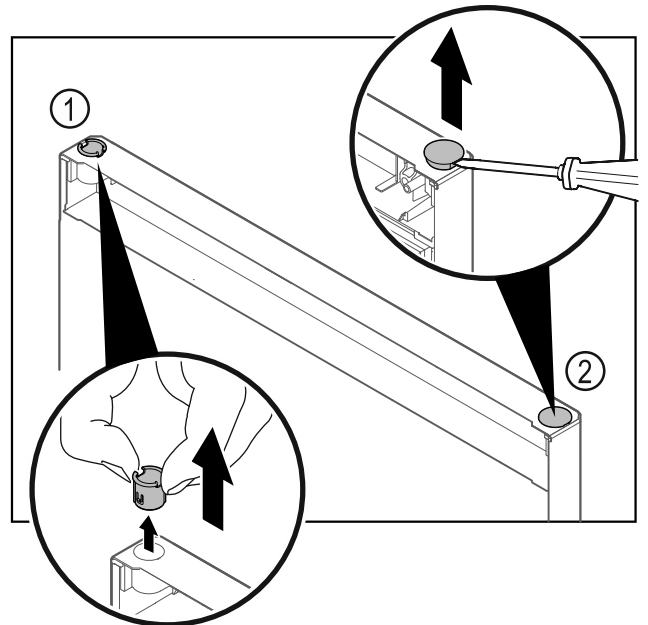

Fig. 21 Šaldytuvo skyriaus durys
- ▶ Pirštais ištraukite šarnyrinę įvorę Fig. 21 (1).
- ▶ Dengiamąjį kamštį Fig. 21 (2) atsargiai pakelkite išdrožiniu atsuktuvu ir jį ištraukite.